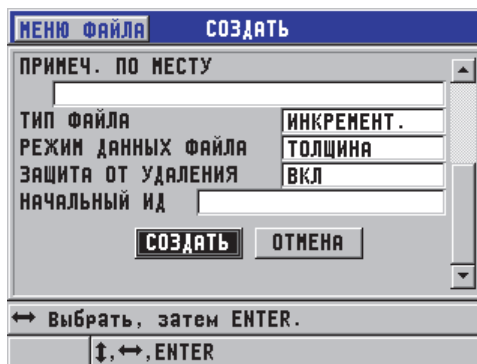

Рис. 6-18 Окно СОЗДАТЬ для инкрементного типа файла
2. В окне **СОЗДАТЬ** (см. Рис. 6-18 на стр. 110):